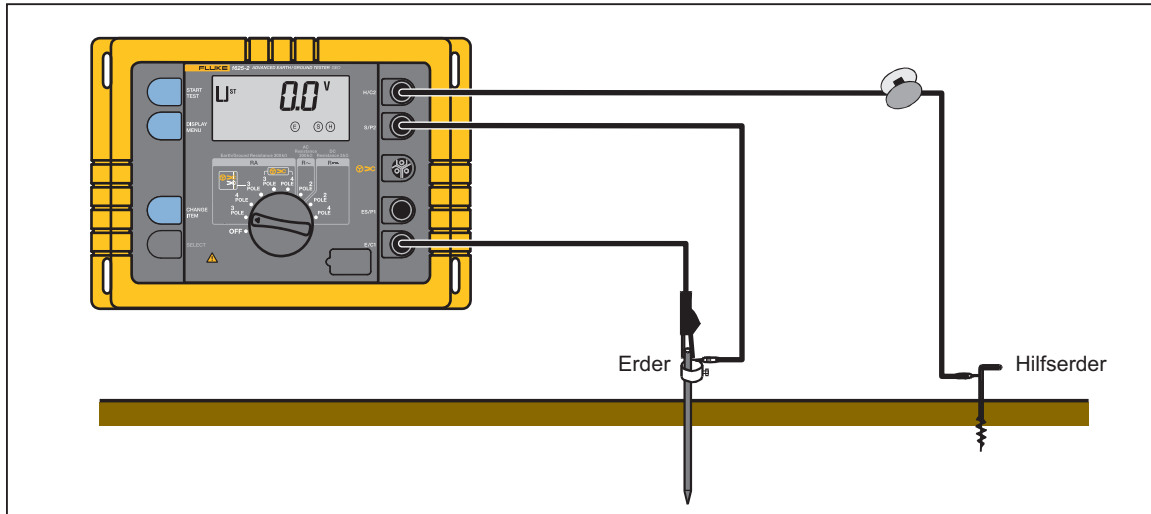

Abbildung 10. Kompensation der Erderanschlussleitung
2. Das Gerät gemäß Abbildung 10 anschließen.